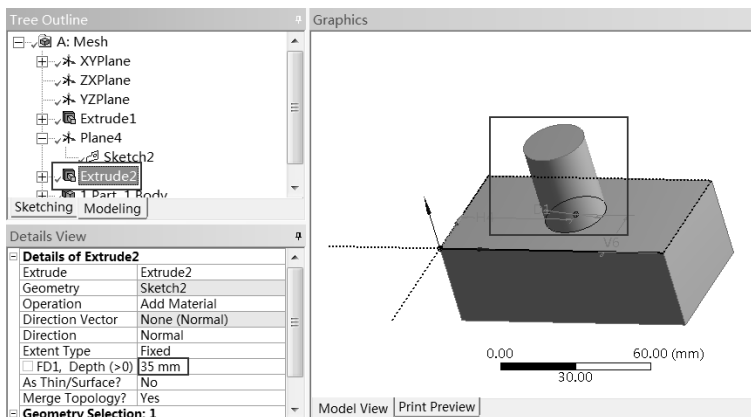

图 3-84 拉伸实体
Step13：如图 3-84 所示，在工具栏中单击 Extrude 按钮，在出现的面板中做如下操作。